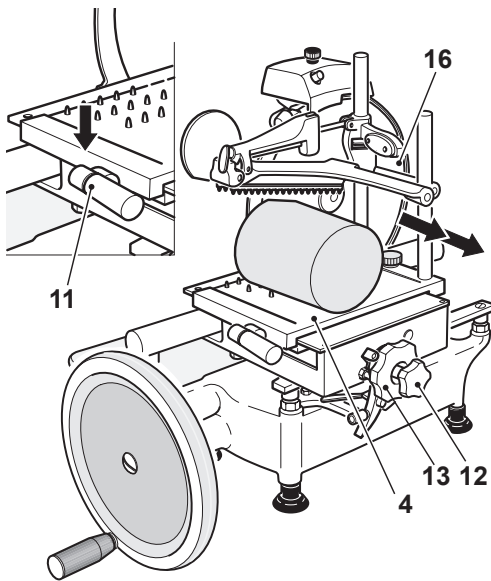

Figure 12-1
8. Tournez le volant du porte-produit (12) dans le sens horaire ou poussez doucement vers le bas sur le levier d'avance rapide (11) pour écarter le porte-produit (4) de la lame (16) (Figure 12-1).